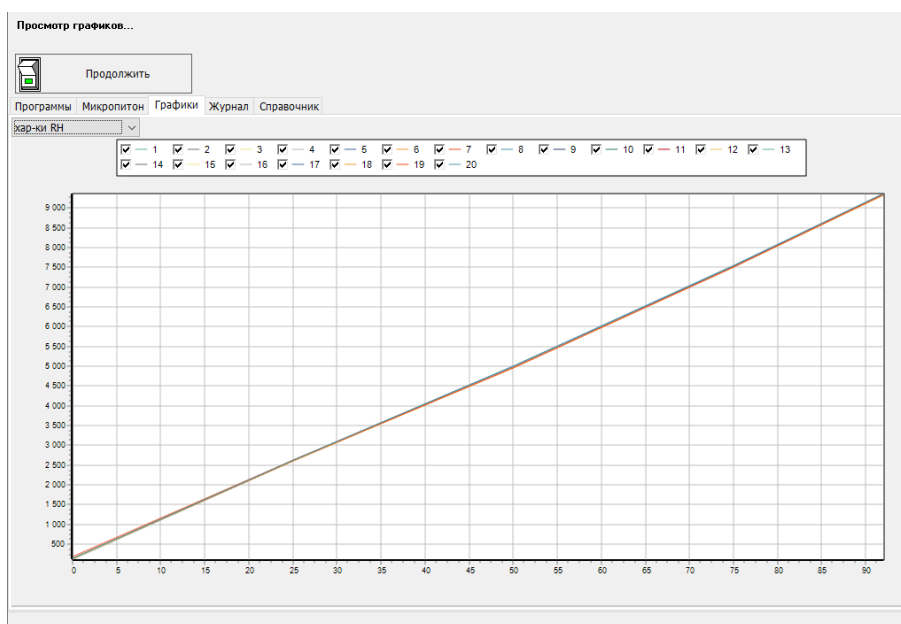

Рисунок 27 – Градуировочные характеристики зондов ИВА-6Н по относительной влажности.
10.2.3. Для принятия решения о необходимости ввода градуировочной характеристики программа предложит вывести протокол поверки без учета градуировки, а затем выведет в специальную серию графиков зависимости натуральных показаний сенсоров от показаний эталона (градуировочные характеристики) (Рисунок 27).